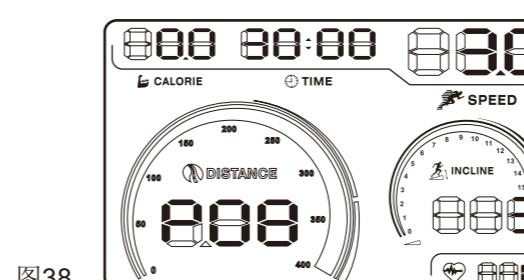

图38
2. 连续按下面板上Training Prog键 ，直至屏幕上出现P08字样，时间窗口闪烁，默认时间为30分钟，您可以通过SPEED（速度）的+（增加）/-（减少）键调整时间。(图38所示)。